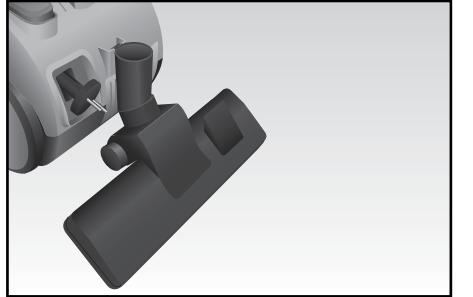

Fig. 3
Riporre quindi l'apparecchio, inserendo eventualmente la spazzola pavimenti (I) nel relativo gancio posto nella parte posteriore dell'apparecchio (Fig. 3).